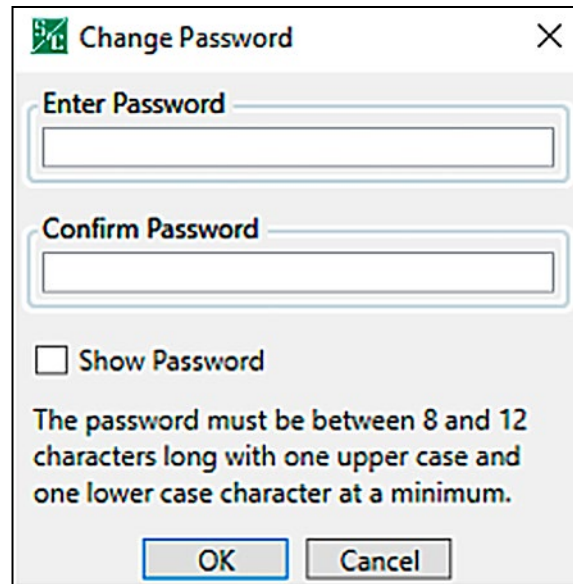

Figura 113. Cuadro de diálogo de Cambio de Contraseña.
**PASO 2.** Ingrese una nueva contraseña no preestablecida que cumpla con los requisitos de complejidad en los campos **Enter Password (Ingresar Contraseña)** y **Confirm Password (Confirmar Contraseña)**. Posteriormente, haga clic en el botón **OK**. Ver Figura 113 on page 220.